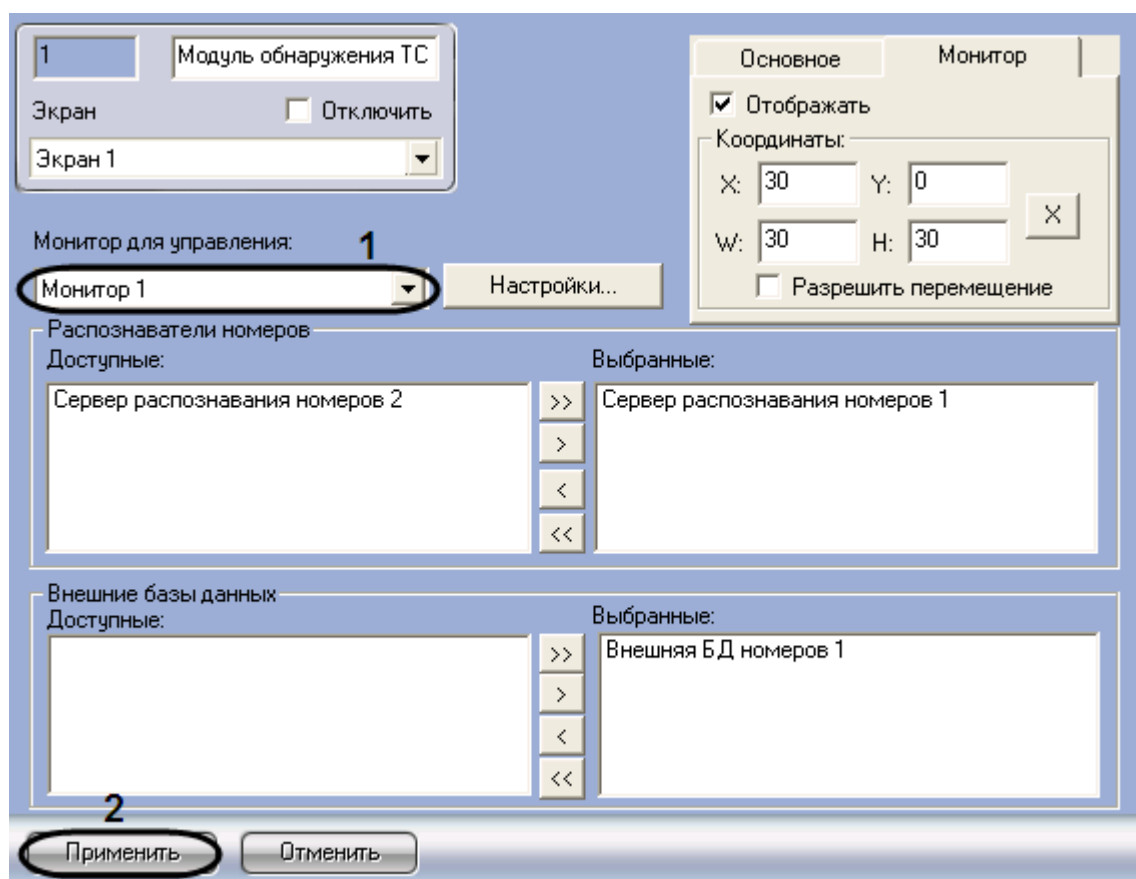

Рис. 7.9—13. Выбор объекта «Монитор» для воспроизведения видеоархива
1. Перейти на панель настройки объекта «Модуль обнаружения ТС» (Рис. 7.9—13).
2. Из списка «Монитор для управления» (см. Рис. 7.9—13, 1) выбрать объект «Монитор», с помощью которого требуется воспроизводить видеоархив с видеокамеры распознавания номеров.
3. Нажать кнопку «Применить» (см. Рис. 7.9—13, 2).